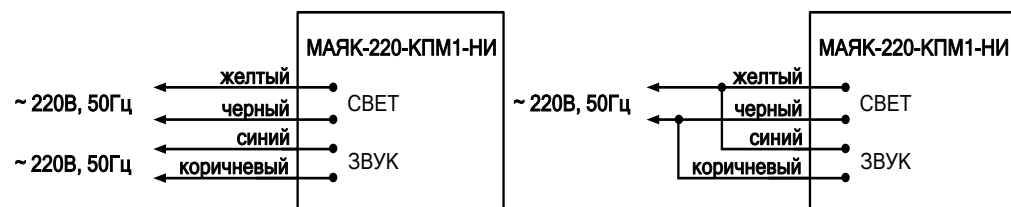

Рис. 1. Схема подключения
- Подключение изделия должно производиться в соответствии со схемой (рис. 1) при отключенном напряжении питания.